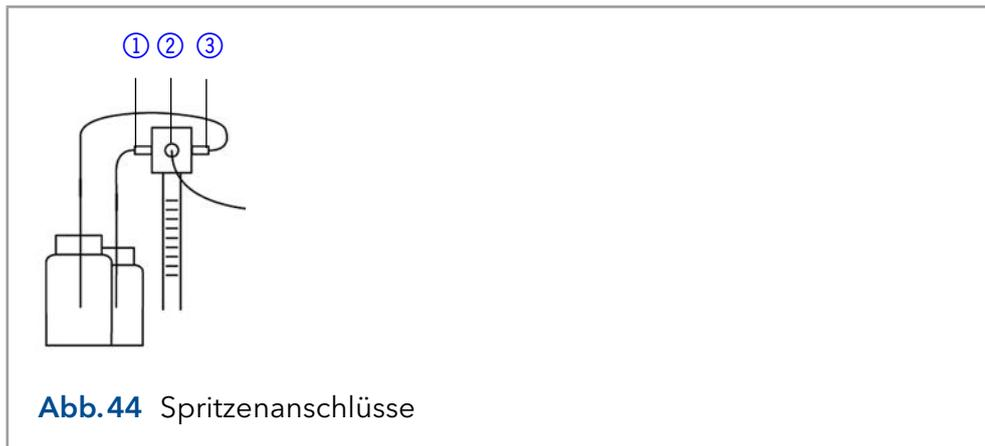

Abb.44 Spritzenanschlüsse
3. Führen Sie den Schlauch für die Waschflüssigkeit in die Lösungsmittelflasche ein (rechter Anschluss des Spritzenventils, s. Abb. 44).